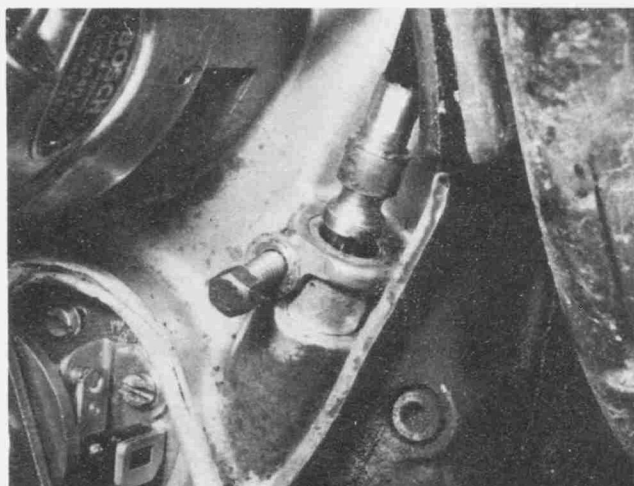

Bild 37
- Die Fixierschraube für die Drehzahlmesser-Antriebswelle lockern und die Antriebswelle komplett mit der Gummitülle aus dem Motorgehäuse herausziehen (Bild 37).